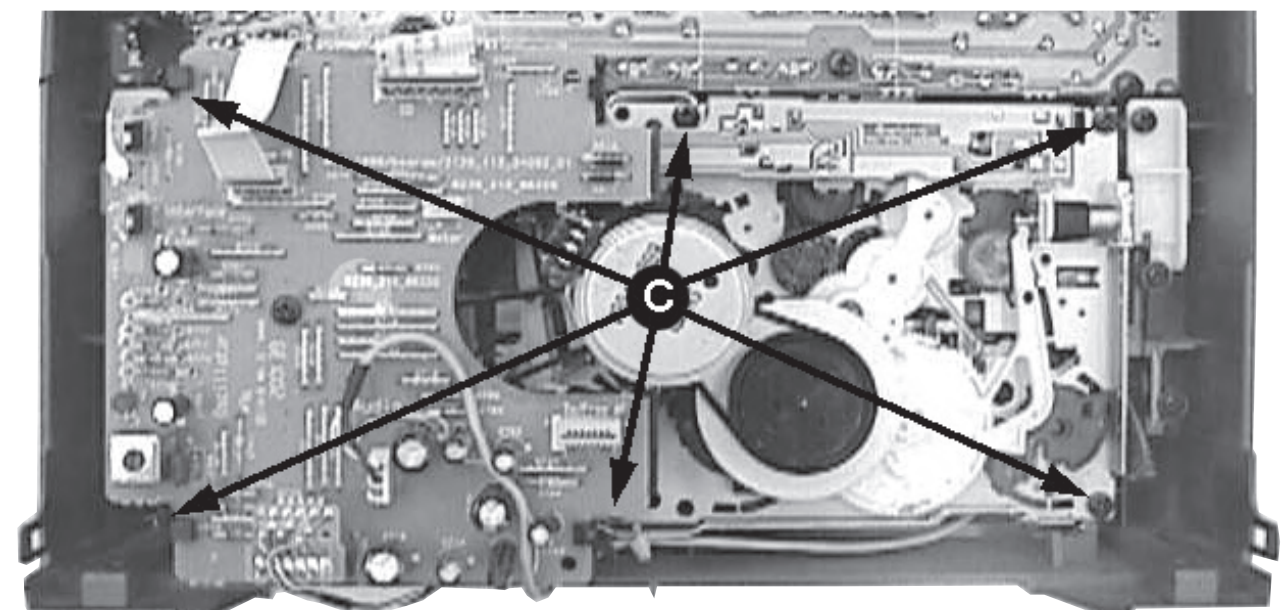

Figura 6
- 5) Solte os 6 parafusos C e ejete as duas portas da gaveta para remover o mecanismo do Tape (pos 1103) como mostra a figura 6.